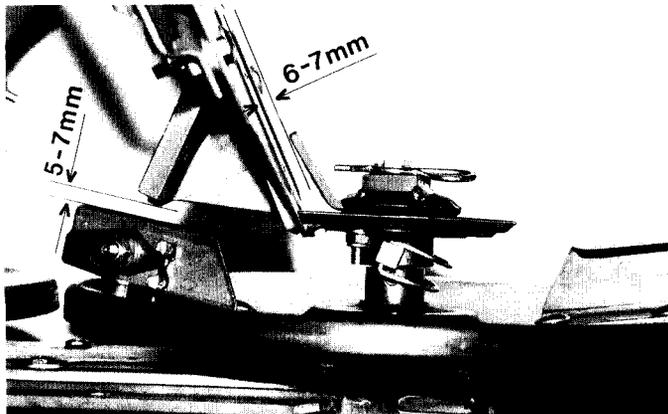

Fig. 9.4
6. Vérifiez périodiquement les distance indiquées en fig. 9.4 :
- Lors du remontage des têtes d'agitation, bien veiller au sens de rotation. Les doigts agitateurs reçoivent un apport de soudure (9.9/5) spécialement résistant à l'usure. Vu dans le sens de rotation ce dernier doit toujours être orienté vers l'avant. Par ailleurs, le doigt agitateur doit être positionné dans l'ouverture de sortie de l'engrais à une distance de 6 à 7 mm de la séparation médiane du fond de trémie (voir fig. 9.4) et la tête d'agitation ne doit pas frotter contre le fond de trémie.